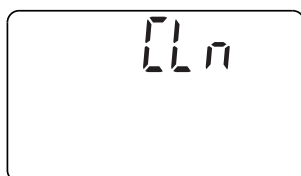

FIG. 17
- **La luz destella, con “CLn” (Limpiar) se muestra en la pantalla:** (vea la Fig. 17) Han pasado cuatro meses en el temporizador desde el arranque o el último reinicio.